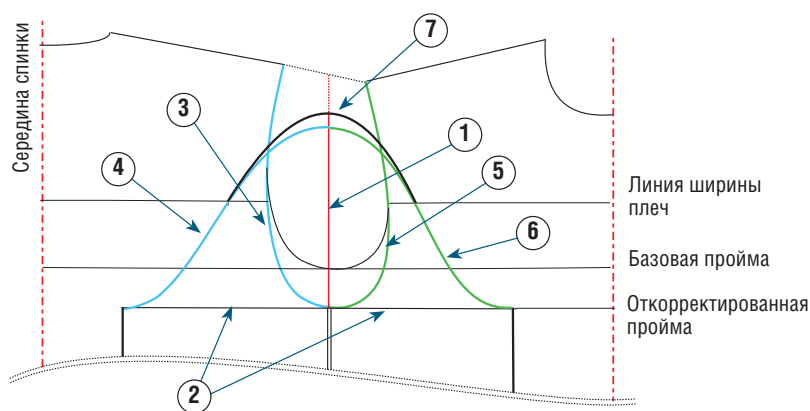

Рис. 1
- ① глубину проймы (она определяется высотой линии проймы);
- ② ширину рукава, мерка которой снимается отдельно для спинки и переда;
- ③ длину головки рукава по спинке и ④ длину проймы спинки, которые должны быть одинаковыми (на рис. 1 отмечены голубым цветом);
- ⑤ длину головки рукава по полочке и ⑥ длину проймы полочки, которые тоже должны быть одинаковыми (на рис. 1 отмечены зеленым цветом);
- ⑦ величину полноты.
② От этой горизонтали отложите значение глубины проймы. Для этого сложите вместе выкройку полочки и выкройку рукава (см. рис. 1), продлите линию боковины (на рис. 1 она отмечена красным), затем соедините прямой линией края плеч спинки и полочки (черная пунктирная линия на рис. 1). Мерка глубины проймы равна совокупной длине всей красной линии. После этого уменьшите эту величину до $1/5$. Например, если глубина проймы = 18,5 см, то $18,5 : 5 = 3,7$ см, $18,5 - 3,7 = 14,8$ см.
③ На линии низа головки рукава отложите мерки ширины руки. Сделать это нужно следующим образом:
- слева от середины рукава отложите $\frac{3}{4}$ длины проймы со стороны спинки, добавив 1 см (на рис. 1 отмечено голубой линией 3);